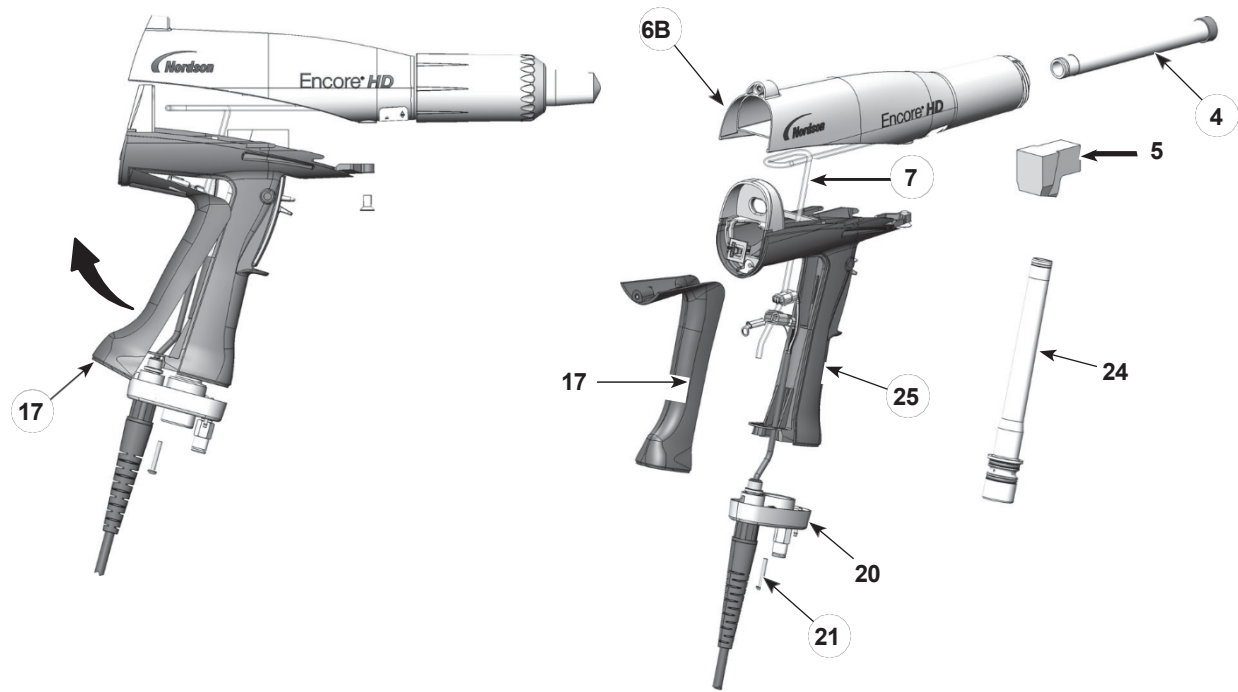

Abbildung 14 Pulver Pfadwechsel
2. Siehe Abbildung 14. Entfernen Sie das Winkelstück (5) vom Einlassrohr (24).
3. Entfernen Sie die beiden Schrauben M3 x 20 (21) aus dem Griffsockel (20).
4. Ziehen Sie den Sockel vom Griff weg, schwenken Sie die Unterseite des Erdungspolsters (17) nach oben und vom Griff weg und nehmen Sie es dann ab. Lassen Sie das Erdungskabel an der Erdungsplatte angeschlossen.
5. Schieben Sie das Einlassrohr (24) nach oben und aus dem Sockel heraus, bewegen Sie dann den Sockel aus dem Weg und ziehen Sie das Einlassrohr aus dem Griff.
6. Drücken Sie das Auslassrohr (4) vorne aus dem Pistolenkörper (6B) heraus.
1. Siehe Abbildung 14. Das Auslassrohr (4) in den Pistolenkörper (6B) einbauen, wobei das Ende des Rohr bündig mit dem Ende des Pistolenkörpers.
2. Setzen Sie das Einlassrohr (24) in den Griff (25) ein, und setzen Sie dann das Ende des Rohrs in Griffbasis (20) ein.
(17) in das Gehäuse und drehen Sie es auf den Griff. Achten Sie darauf, dass die Kabeldrähte beim Wiedereinbau nicht eingeklemmt werden.